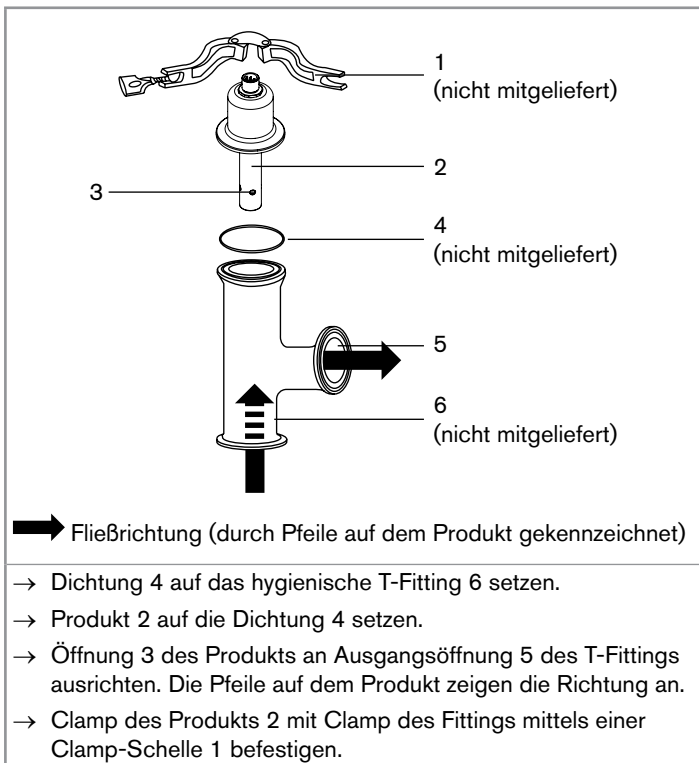
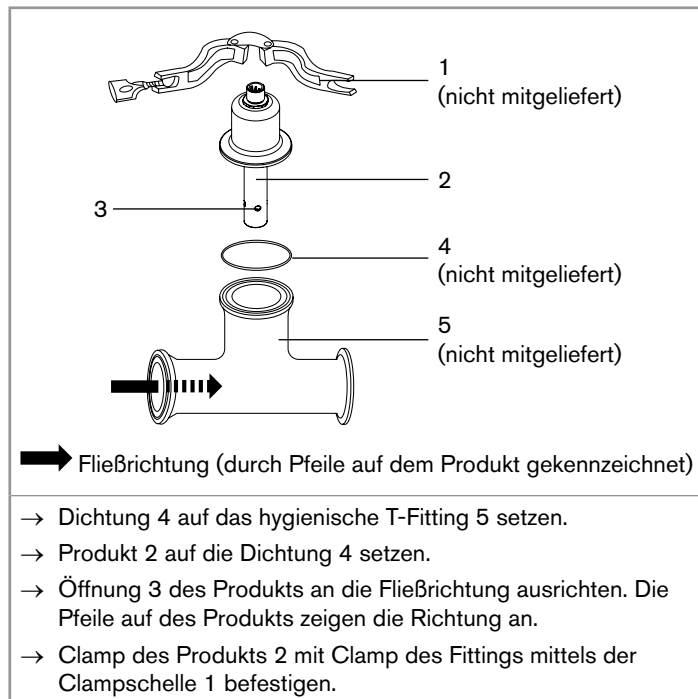

Bild 4: Installation eines 8221 mit Artikelnummer 564898, 568818, 569643 oder 571162 in eine Rohrleitung
Bild 5: Installation eines 8221 mit Artikelnummer 564899, 562261, 568818, 569643 oder 571162 in eine Rohrleitung
- Bei der Artikelnummer **564898** den Einbau gemäß Bild 4 durchführen.
- Bei den Artikelnummern **564899** und **562261** den Einbau gemäß Bild 5 durchführen.
- Bei den Artikelnummern **568818** und **569643** den Einbau gemäß Bild 4 oder Bild 5 durchführen.
- Bei der Artikelnummer **571162** den Einbau gemäß Bild 4 oder Bild 5 durchführen.